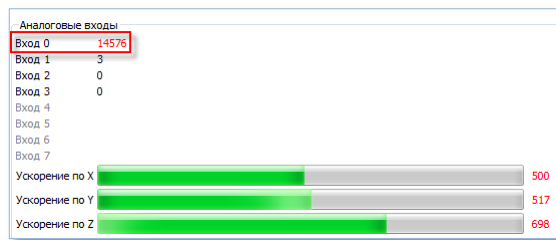

Рисунок 6. Замер средней амплитуды частотного сигнала
Для настройки ДАВ, на работу с датчиком пассажиропотока, необходимо подключить прибор к «Конфигуратору», перейти на вкладку «Настройки» → «Входы/Выходы» (Рис. 6) и для каждого настраиваемого входа выполнить необходимые мероприятия.
- перейти на вкладку «Устройство» и слегка увеличивая обороты двигателя в течение одной минуты засечь среднее значение амплитуды сигнала, который приходит на настраиваемый вход (Рис. 6).